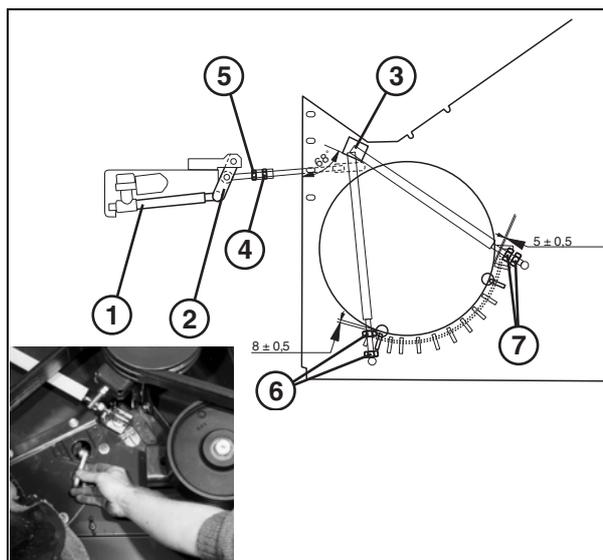

Рисунок 13
Первоначальные настройки, (Рис. 13)
Отрегулировать рычаг (3) на правой стороне при помощи гайки (4), как показано на (Рис. 13). Угол между рычагом (3) и стороной машины должен составлять 68° . После выполнения регулировки законтрите гайку (5).